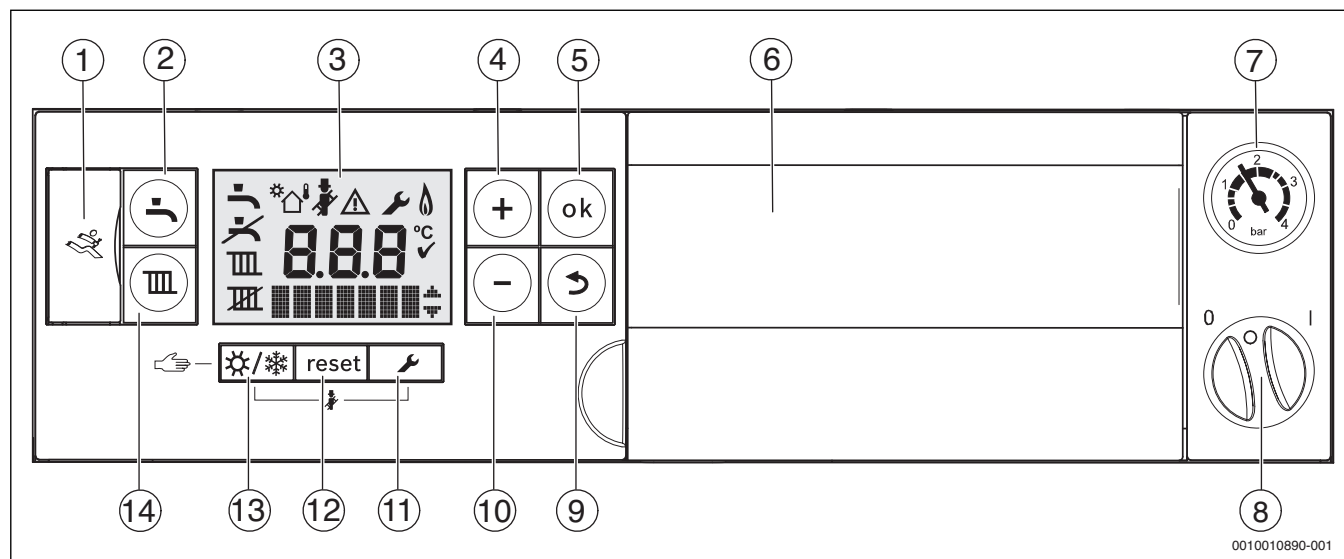

Fig. 1 Pannello di comando con copertura del pannello di comando aperta
- ▶ Accendere l'apparecchio dall'interruttore On/Off (→ fig. 1). Il display si illumina e mostra, poco dopo, la temperatura dell'apparecchio.
- ▶ Spegner l'apparecchio dall'interruttore On/Off (→ fig. 1).
Tab. 1 Simboli sul display (→ fig. 1)